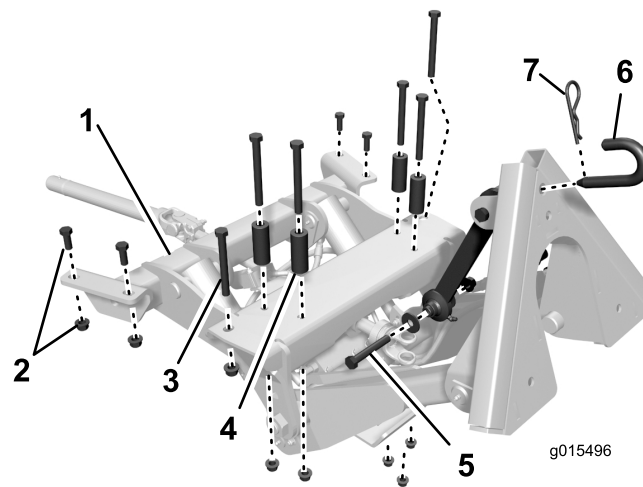
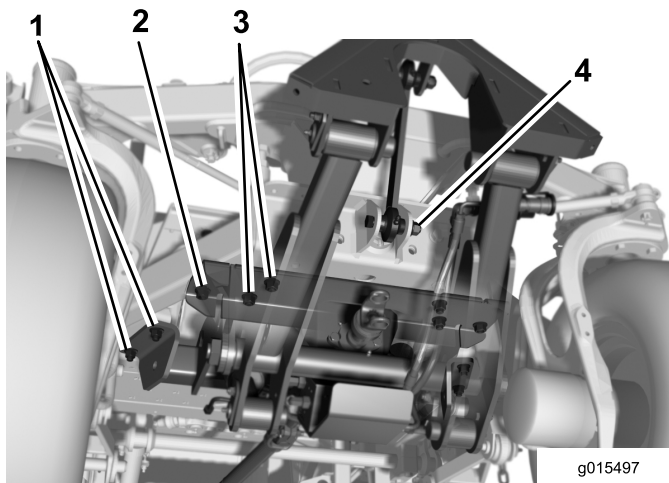
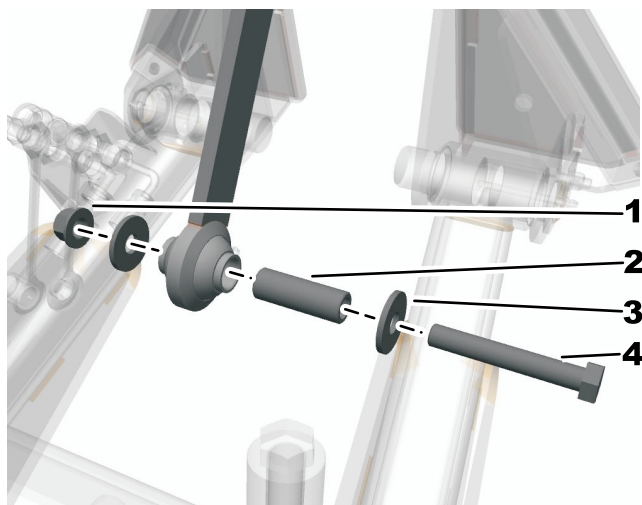

Figura 5
Figura 6
Figura 7
1. Figura 5 riporta una vista dall'alto di ubicazione, posizionamento e dimensioni dei dispositivi di fermo utilizzati per fissare il telaio ad attacco anteriore alla parte inferiore del telaio dell'unità di trazione.
5. Sulla parte anteriore dell'attacco, fissate il foro esterno su ambo i lati ai canali del telaio con una vite da 1/2 x 4-1/2 poll. e un dado flangiato da 1/2 poll. (Figura 6).
6. Sulla parte posteriore dell'attacco, montate ogni lato sui canali del telaio senza fissarli con 2 viti da 1/2 x 1-1/4 poll. e dadi flangiati da 1/2 poll. (Figura 6).
7. Utilizzate i 4 fori di montaggio restanti per fissare gli attacchi alla piastra incrociata del telaio con viti da 1/2 x 4-1/2 poll., distanziali e dadi flangiati da 1/2 poll. (Figura 6). Posizionate i distanziali tra la testa della vite e la piastra incrociata.
9. Fissate il gruppo di collegamento superiore al supporto dell'assale con la vite da 1/2 x 3-1/4 poll., 2 rondelle di supporto e un dado flangiato da 1/2 poll. (Figura 5 e Figura 6). Posizionate le rondelle esternamente agli attacchi sul supporto dell'assale. Montate il distanziale e serrate a una coppia di 91 - 113 N·m (Figura 7).